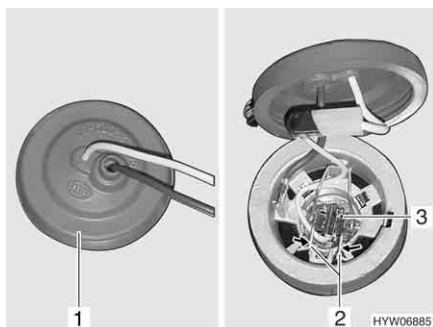

Fig. 271 Luce fendinebbia
- Afferrare dietro la luce fendinebbia e togliere il copripolvere di gomma dall'involucro (Fig. 271,1).
- Stringere la staffa di metallo (Fig. 271,2) ed estrarla dal supporto.
- Estrarre dall'involucro la lampada ad incandescenza (Fig. 271,3) con il cavo.